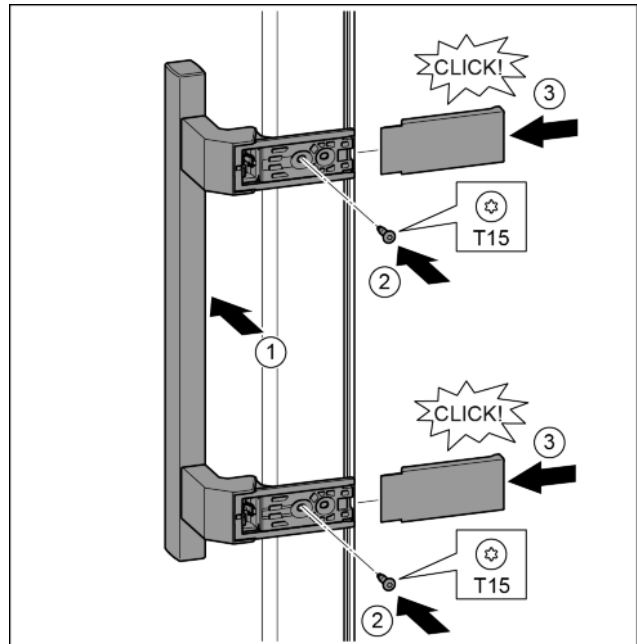

Fig. 39
- ▶ Greep op de tegenoverliggende zijde aanbrengen. *Fig. 39 (1)*
- ▶ Schroeven met schroevendraaier T15 vastschroeven. *Fig. 39 (2)*
- ▶ Afdekkingen zijdelings aanbrengen en erop schuiven. *Fig. 39 (3)*